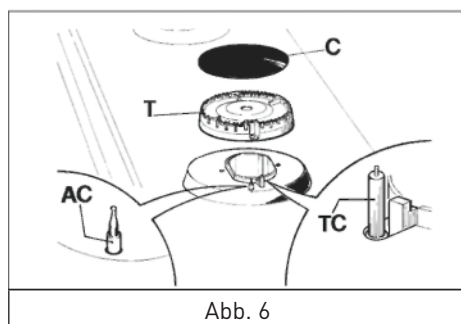

Abb. 6
Reinigen Sie das Kochfeld, die Topfträger aus emailliertem Stahl, die Brennerdeckel aus emailliertem Stahl „C“ sowie die Brennerkronen „T“ (auf Abb. 6 Bezug nehmen) mit lauwarmem Seifenwasser. Anschließend alle Teile abspülen und sorgfältig abtrocknen. Reinigen Sie diese Teile niemals, solange sie noch heiß sind. Niemals scheuernde Produkte verwenden. Lassen Sie keine Essig-, Kaffee-, Milch-, Salzwasser-, Zitronen- oder Tomatensaftreste längere Zeit in Berührung mit den Emailleflächen.
- Überprüfen Sie, ob die emaillierten Brennerdeckel „C“ (Abb. 6) richtig auf den Kronen sitzen. Der Brennerdeckel darf nicht wackeln.